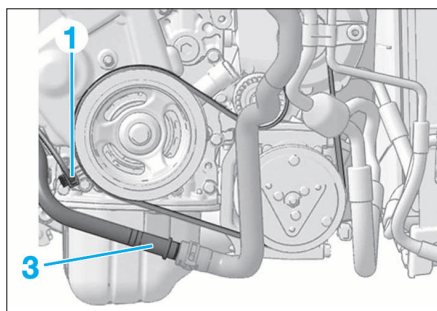

FIG. 9
- Débrancher le capteur de régime (1), puis le déposer (Fig.9).
- Débrider, puis écarter le tuyau de refroidissement (3) (Fig.9).